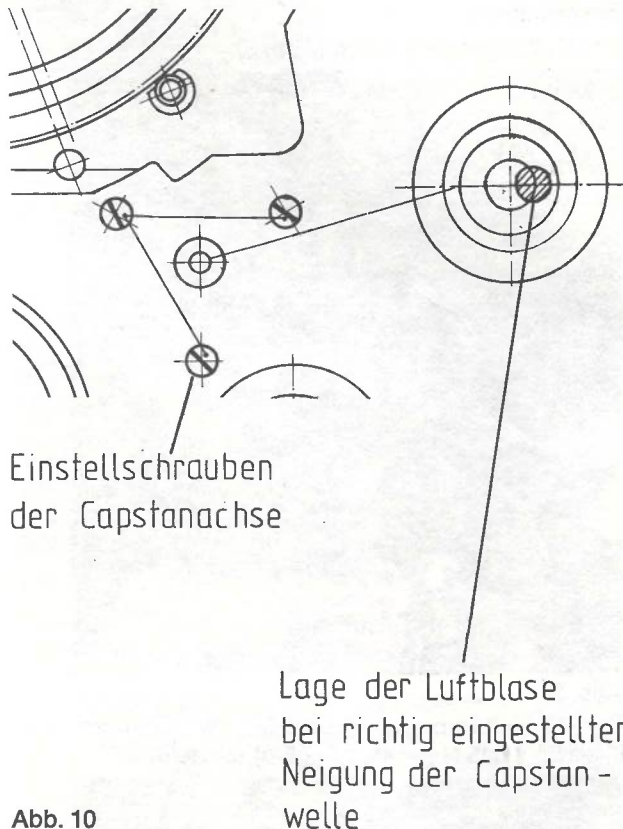

Abb. 10
- Mit den Befestigungsschrauben des Capstanmotors die Luftblase der Libelle nach Abb. 10 einstellen.